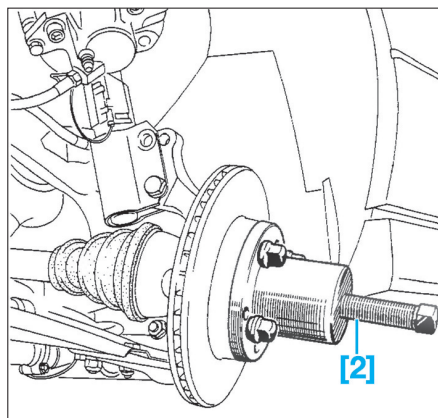

Fig. 3
- [2]. Extracteur de transmission (T. Av. 1050-02) (Fig.3).
- À l'aide de l'outil [2], repousser la transmission hors du moyeu (Fig.3).